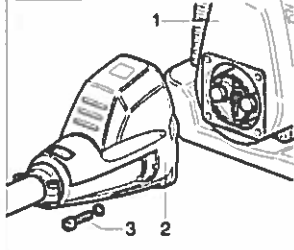

FIG.3
MONTERING AF GAS- OG STOPKABLET Fig. 3
Før gaskablet (A) ind gennem kabelstrammeren (B). Kontrollér at kabelbeskyttelsen (C) hviler mod indersiden af strammeren (B). Kontrollér, at gasgrebet ikke er i halvgasindstilling, og tilslut derefter kabelenden i klemme (E). Justér kabelspændingen (A) ved at løsne låsemøtrik (D) og dreje på strammeren (B). Når den rette spænding er fundet, tilspændes låsemøtrik (B). Hvis den er justeret korrekt, kan gasreguleringsgrebet nu flyttes 2 mm frit før karburatorarmen (E) bevæger sig. Tilslut afbryderkablerne (F-G). Fig. 3